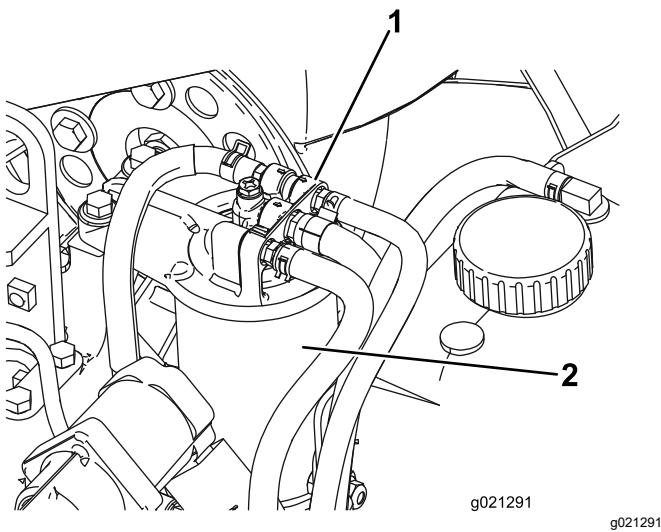

Figure 63
1. Nettoyez la surface autour de la tête du filtre à carburant (Figure 63).
- 2. Déposez le filtre et nettoyez la surface de montage de la tête du filtre (Figure 63).